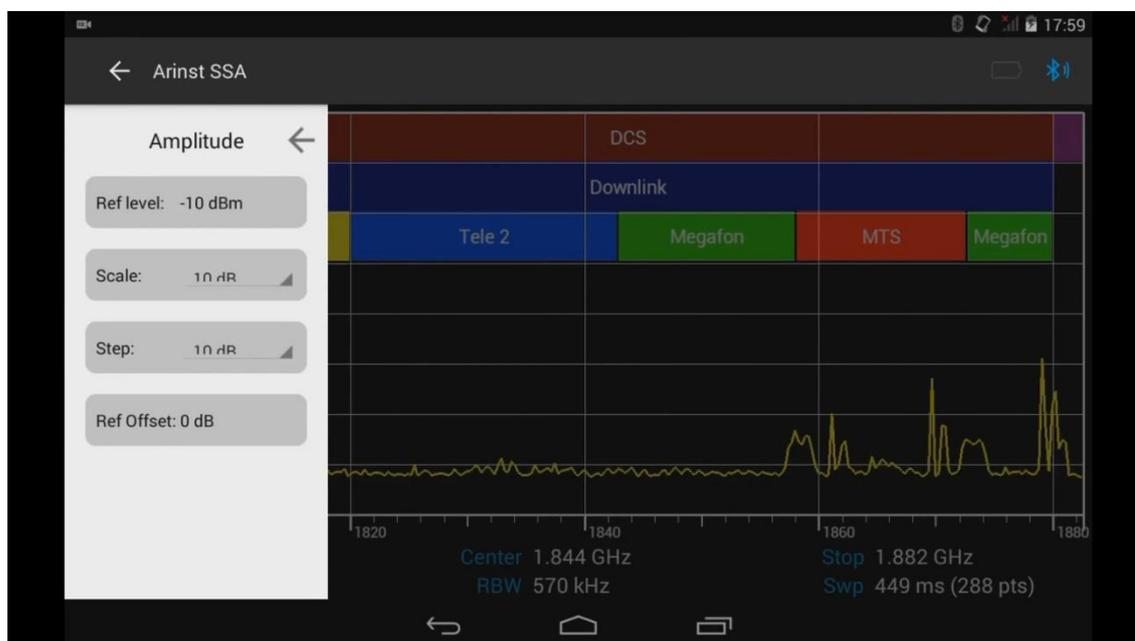

Рисунок 36 – Меню управления шкалой амплитуд.
8.6.1. Из главного меню управляющей программы, войдите в меню управления амплитудными параметрами **Amplitude** (Рисунок 36).